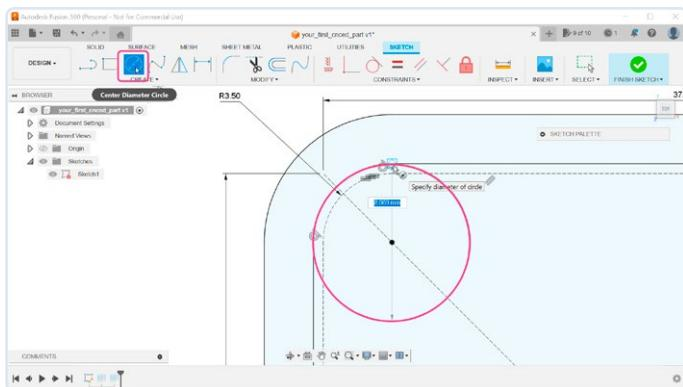

Figure 9. Positionnement du centre de l'un des supports.
9. Le module devrait reposer sur des sortes de supports et il serait utile que ces supports aient des trous pour des vis de fixation. Pour ces supports, nous avons besoin d'un autre sketch, mais, au lieu d'en créer un nouveau, nous pouvons réutiliser celui que nous avons déjà. Pour revenir au mode d'édition, double-cliquez sur le sketch dans la fenêtre du navigateur. Les trous du circuit imprimé ont un diamètre de 3 mm ; il faut que les supports soient plus grands que ça. Pour faciliter la fabrication, nous pouvons même les faire assez grands pour qu'ils touchent les parois du boîtier. Sélectionnez l'outil *Center Diameter Circle* dans la barre d'outils et tracez un cercle dans le coin supérieur gauche — assez grand pour qu'il touche la partie interne de la paroi (diamètre de 8 mm) (**figure 9**).